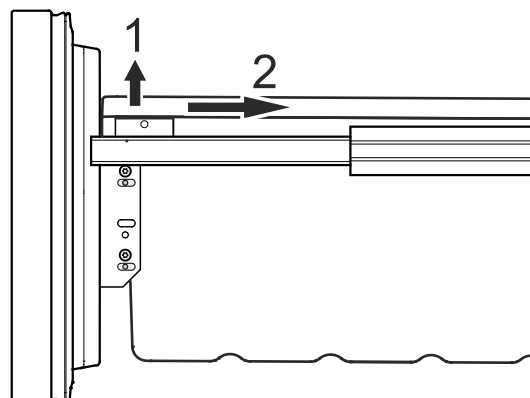

Figura 21
- Desenclave el recipiente por el canto izquierdo y derecho tirándolo hacia arriba (1) - **Figura 21.**
- Deslice el recipiente hacia atrás (2) - **Figura 21.**